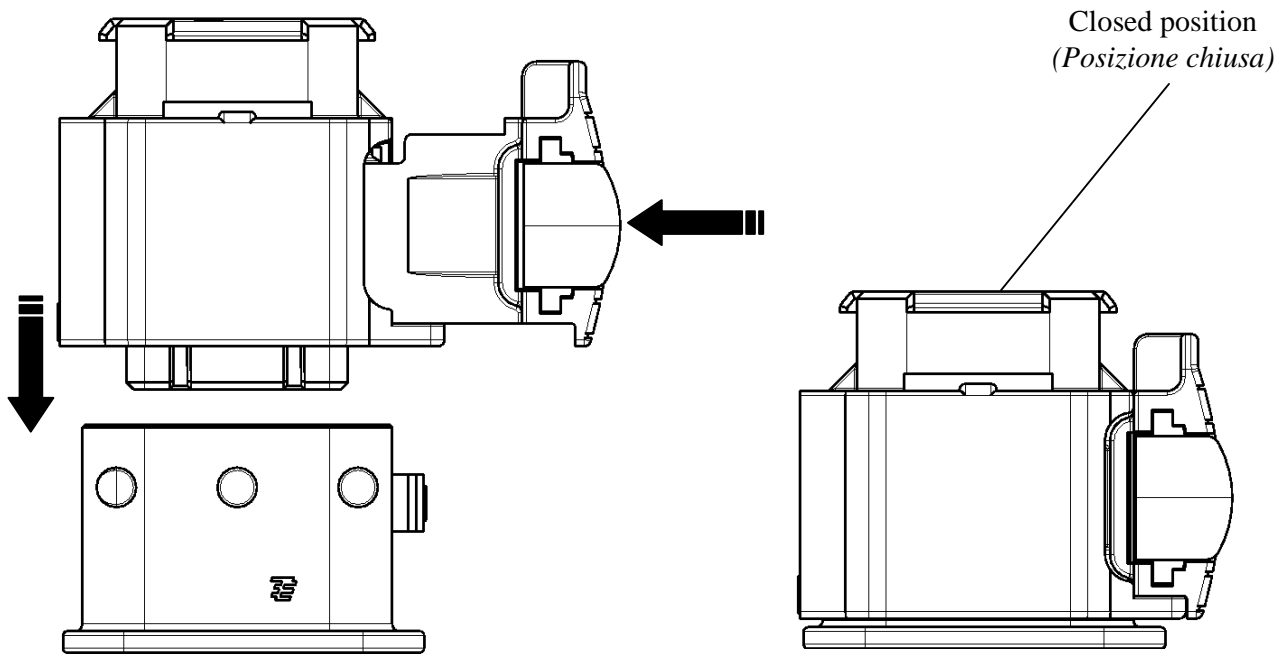

Fig. 4
- 2) mate the female connector with its counterpart by pushing on the slide, in the direction shown by the arrow, until the close position (fig. 4);
- 2) accoppiare il connettore con la controparte, premere sulla slitta nella direzione indicata dalla freccia, sino alla completa chiusura della connessione (fig. 4);